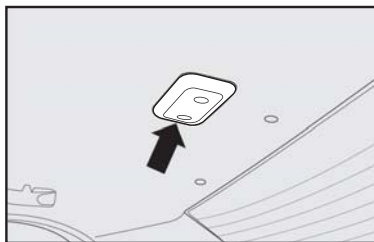

fig. 67
1) com uma chave de fenda no ponto indicado pela seta - **fig. 67** remover o conjunto da luz interna montado a pressão;